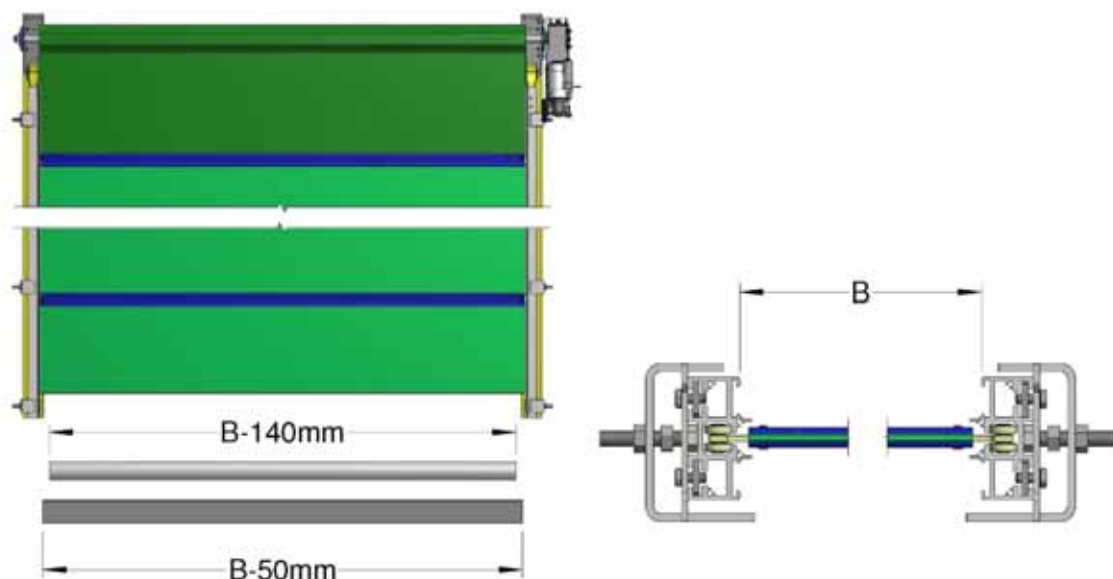

Abbildung 20: Ablängen des unteren Rohrs, des Einsatzes und der Lasche
22. Längen Sie das untere Rohr und die Lasche, wie in Abbildung 20 dargestellt, ab und entgraten Sie die Enden. Stellen Sie sicher, dass alle Grate aus den Nuten im Rohr entfernt wurden, um Schäden am Segment zu verhindern.